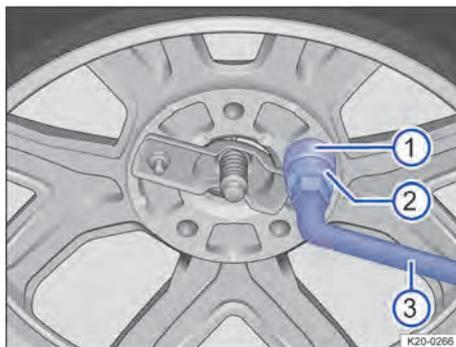

Fig. 197 Remover o dispositivo antifurto.
1. Retirar o adaptador do dispositivo antifurto → Fig. 197 ② e a chave de roda → Fig. 197 ③ da caixa de ferramentas.
2. Retirar a capa de cobertura do porca de segurança → Fig. 197 ①.
3. Inserir o adaptador do dispositivo antifurto ② e a chave de roda ③ na porta de segurança ①.
4. Remover a porca de segurança ① com a chave de roda ③ girando-a totalmente no sentido anti-horário.